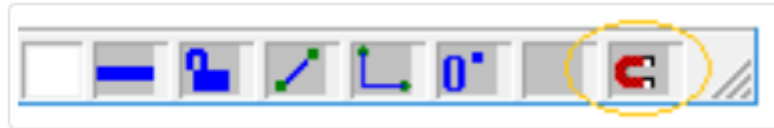

Figura 6 – Captura automática modelador estrutural
-Antes de iniciarmos o lançamento estrutural vamos alterar o modo como o Modelador Estrutural faz a captura automática de elementos. Para ligar ou desligar a captura automática, basta clicar no ícone "Captura Ligado/Desligado" na barra de status no canto inferior direito, conforme indicado na Figura 6